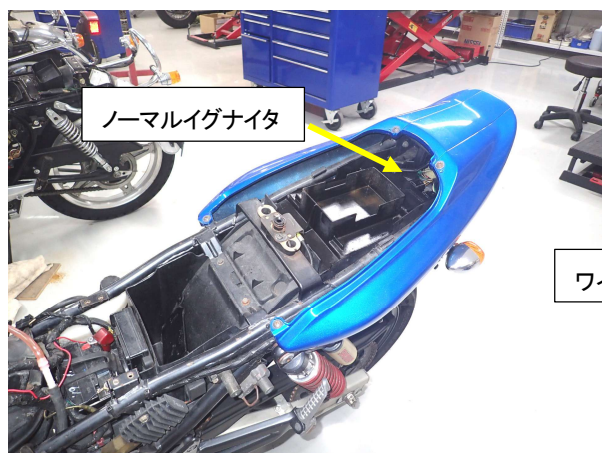

図1
- ① シートを外しノーマルイグナイタユニットを取外して下さい (図1)。
- ② 外したコネクタへ、SP2 ユニットハーネスを使用して SP2 コントロールユニットを接続して下さい。